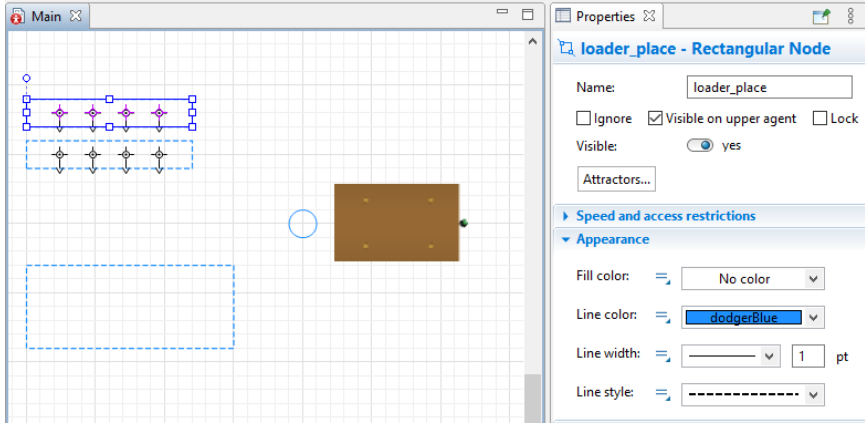

Рисунок 2.25 – Розмітка області розташування навантажувачів, що обслуговуються навантажувачами
- Аналогічним чином малюємо прямокутний вузол та називаємо цю область *loader_place* (рис. 2.25). Перемкніть елемент керування *Visible* (видимість) у положення *no*.